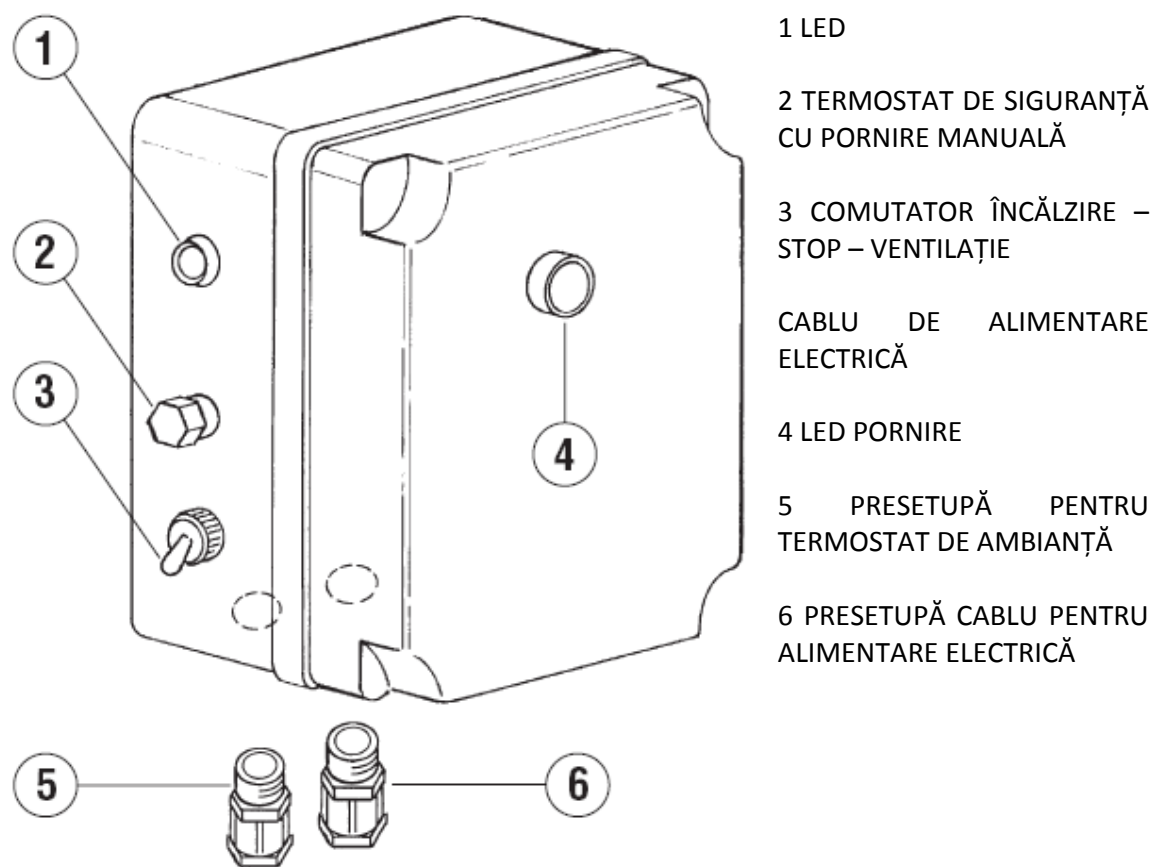

Fig. 1
În cazul unei disfuncții importante, mai multe dispozitive de siguranță sunt pregătite să intervină (sistemul electronic de supraveghere, termostatul pentru temperatură în exces cu pornire manuală, presostatul de aer, presostatul de gaz). Sistemul electronic de supraveghere al arzătorului intervine dacă flacăra este neregulată sau dacă se stinge. Termostatul de siguranță cu pornire manuală intervine când temperatura camerei de ardere depășește valoarea limită de siguranță. Presostatul de aer și (numai pentru modelul GA/N 100A) cel de gaz se activează dacă debitul de aer este insuficient sau dacă presiunea de alimentare cu gaz este prea slabă. În fiecare dintre cazurile descrise, ledul (1) se aprinde și generatorul de aer cald se oprește. Funcționarea poate fi reluată numai apăsând butonul de pornire, (2 pentru termostatul de siguranță, 4 pentru celelalte) (Fig. 1). Totuși, trebuie să căutați întotdeauna cauza acestei intervenții a dispozitivului de siguranță și să o eliminați înainte de a porni generatorul (vezi „ANOMALII DE FUNCȚIONARE, CAUZE ȘI SOLUȚII”).
- bransat la cutia electrică a generatorului printr-o presetupă/presgarnitură (6) legată la bornele N, L și  $\oplus$  (vezi Fig. 1 și SCHEMA ELECTRICĂ);
- Eventuala bransare a termostatalui de ambianță sau a altor accesorii de instalații (de exemplu, ceas) care trebuie bransat la cutia electrică a generatorului printr-o presetupă (5) și legat la bornele 4 și 5 ale baretei de conexiune (vezi Fig. 1 și „SCHEMA ELECTRICĂ”).
Pentru a porni generatorul (Fig. 1):